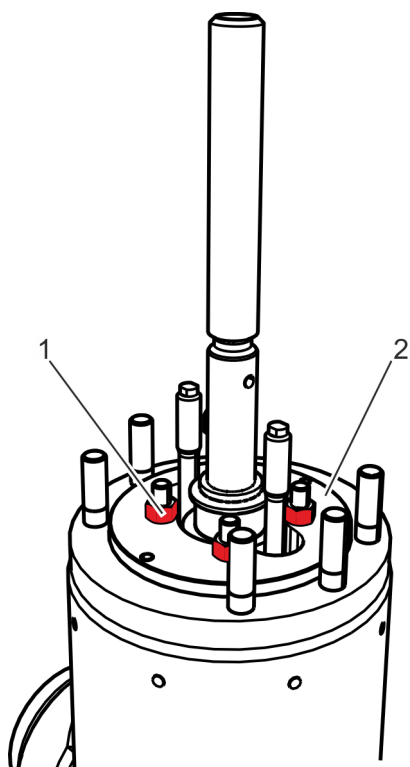

Fig. 29: Soltar las tuercas de la tapa de fijación
2. ➔ En modelos con tapa de fijación, suelte las tuercas (Fig. 29/1) y retirelas.